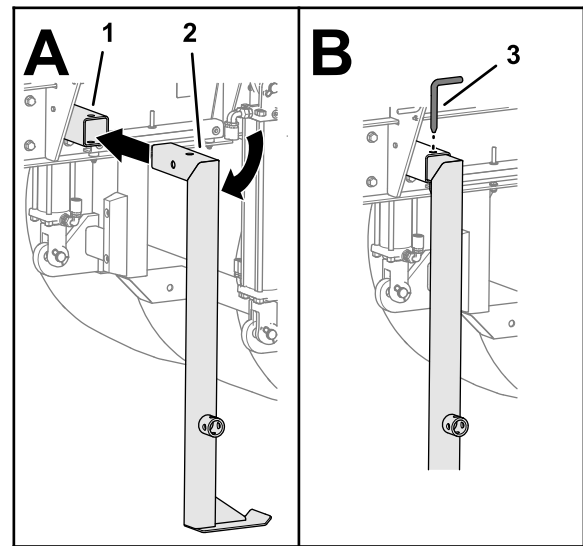

**Figura 22**
4. Rimuovete il perno della gamba del cavalletto dalla gamba posteriore del cavalletto e rimuovete la gamba del cavalletto dal relativo tubo (Figura 22).